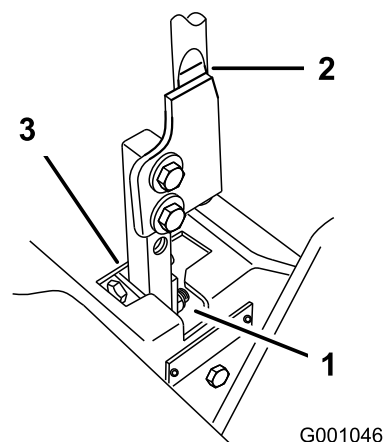

Figure 56
5. Placez le levier au point mort, sans le verrouiller (Figure 56).
6. Tirez-le ensuite en arrière jusqu'à ce que l'axe de chape (situé sur le bras au-dessous de l'axe de pivot) touche l'extrémité de la fente (c.-à-d. commence juste à appuyer sur le ressort) (Figure 56).
7. Vérifiez la position du levier par rapport au cran de la console (Figure 56). Il doit être centré de façon à